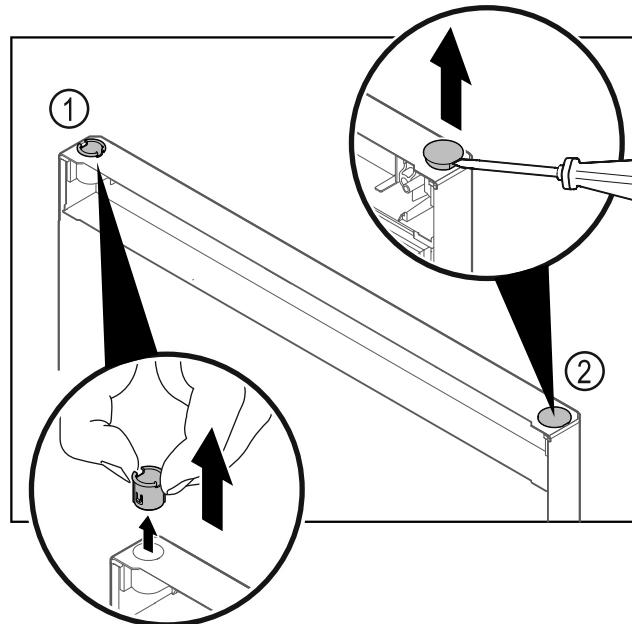

Fig. 26
- ▶ 用手指拔出合页衬套 Fig. 26 (1)。
- ▶ 用带槽螺丝刀小心撬起盖塞 Fig. 26 (2)并将其拔出。